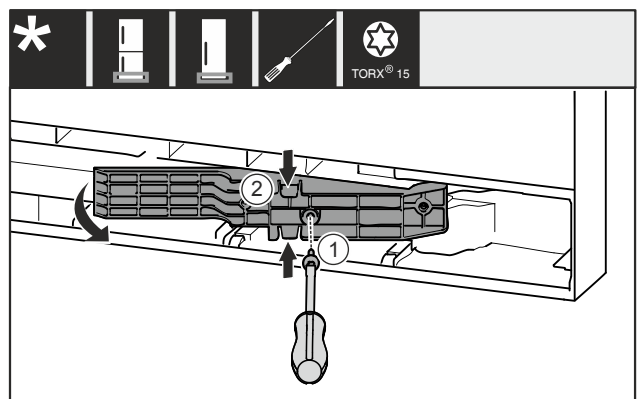

Fig. 20 *
- Izvadite vijak Fig. 20 (1)*
- Lagano pritisnite adapterski element Fig. 20 (2) na vrhu i na dnu i izvucite ga.*